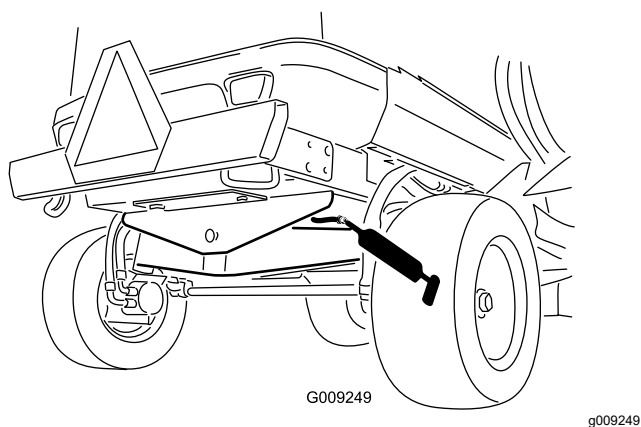

Figura 82
- 1 casquillo del pivote del eje trasero (Figura 82)